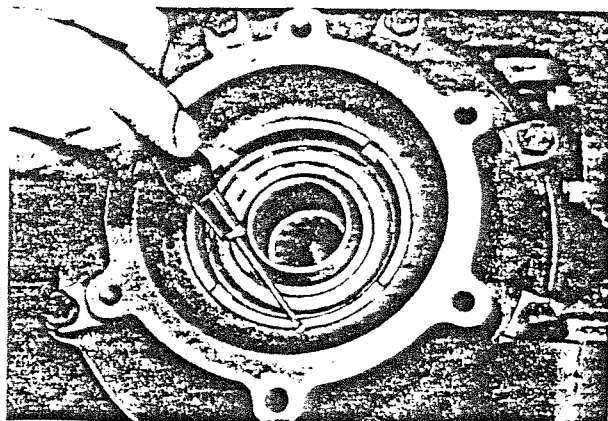

Abb. 23
15. Nutmuttern durch Verbohren mit Gewindestift M 4 gegen Verdrehen sichern (Abb. 23). Dabei sind Triebwerk und Lager vor entstehenden Bohrspänen durch Abdecken mit einer geeigneten Kappe zu schützen.